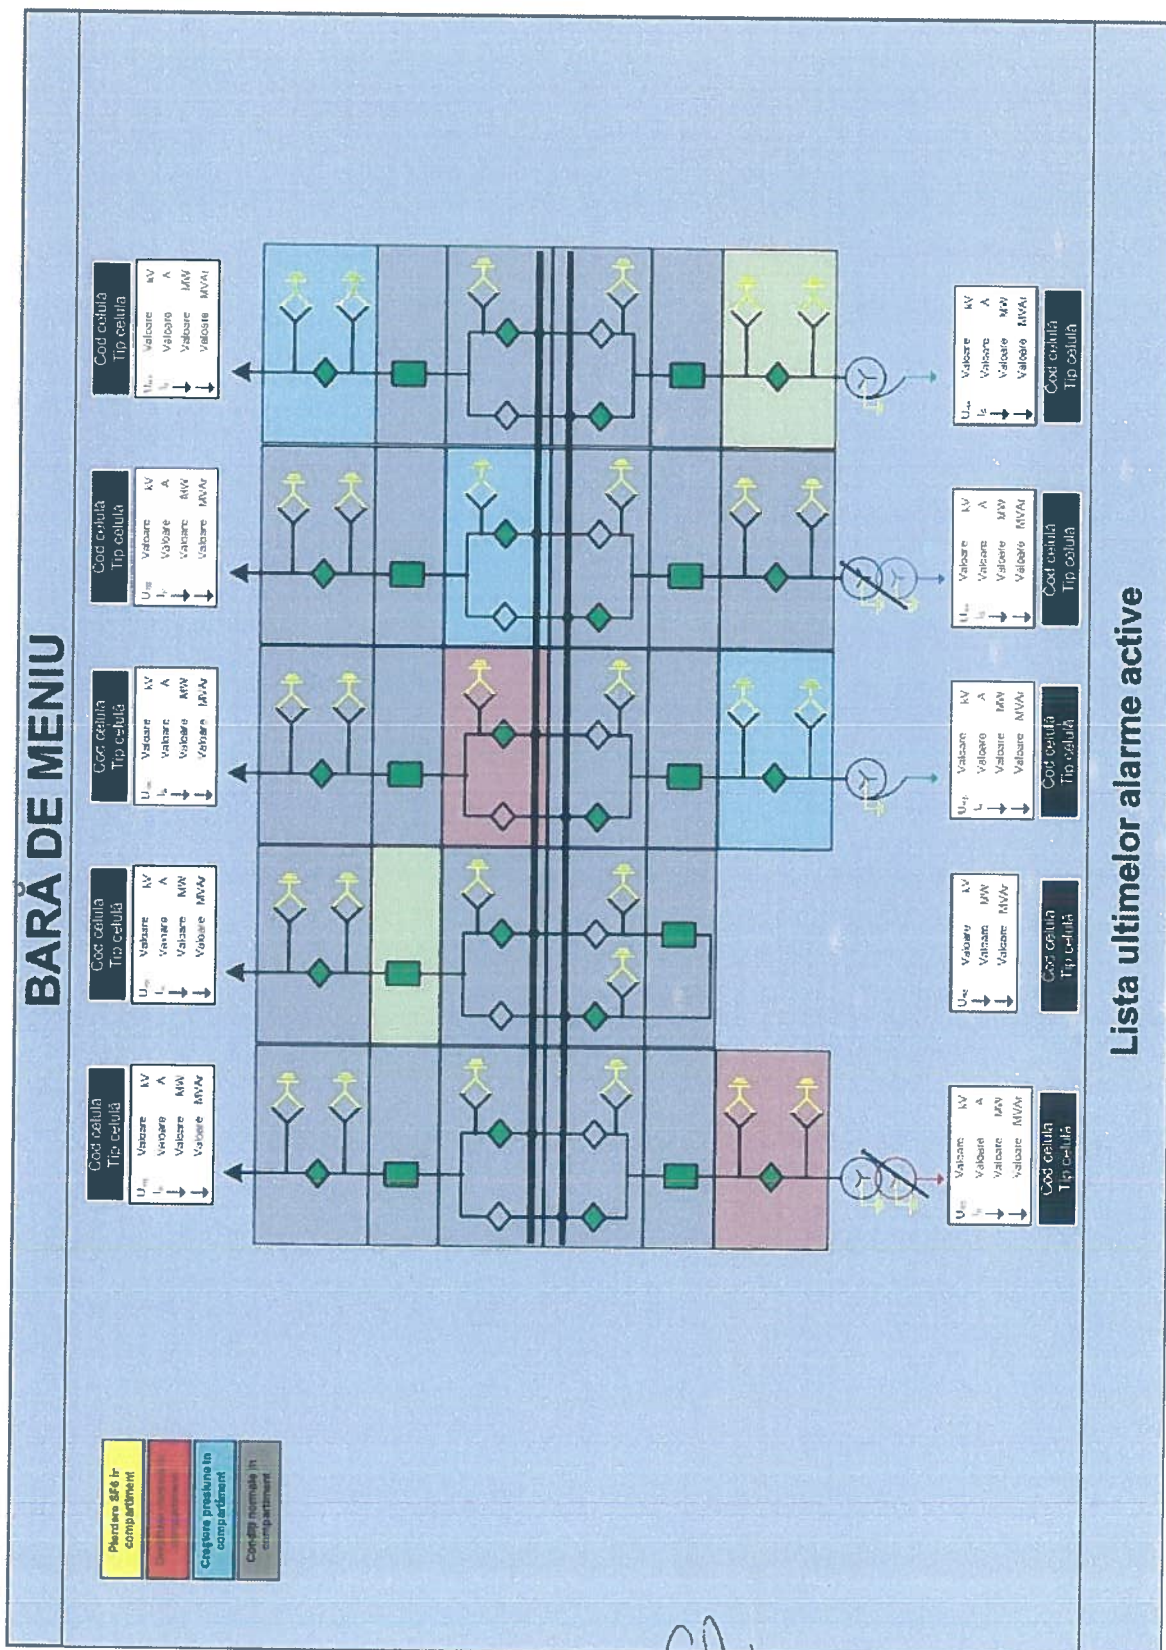

Fig. 8.3 *[Signature]*
8.2 Ecranul de supraveghere al unei stații cu celule GIS. (Fig 8.3)
2. Echipamentele primare aferente unei celule vor fi grupate în chenare (compartimente) dreptunghiulare. Astfel vor exista chenare distincte, conform fig. 8.3 pentru: